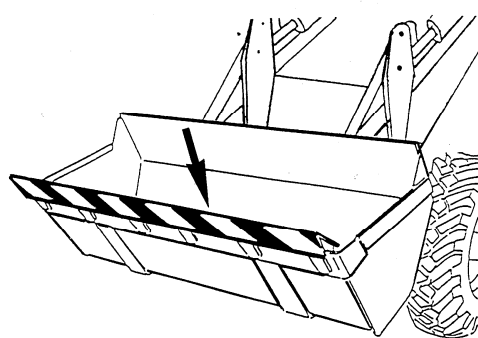

Рис. 5.50. Кожух зубьев погрузочного ковша, защитный
3. Надеть защитный кожух на зубья погрузочного ковша (Рис. 5.50).